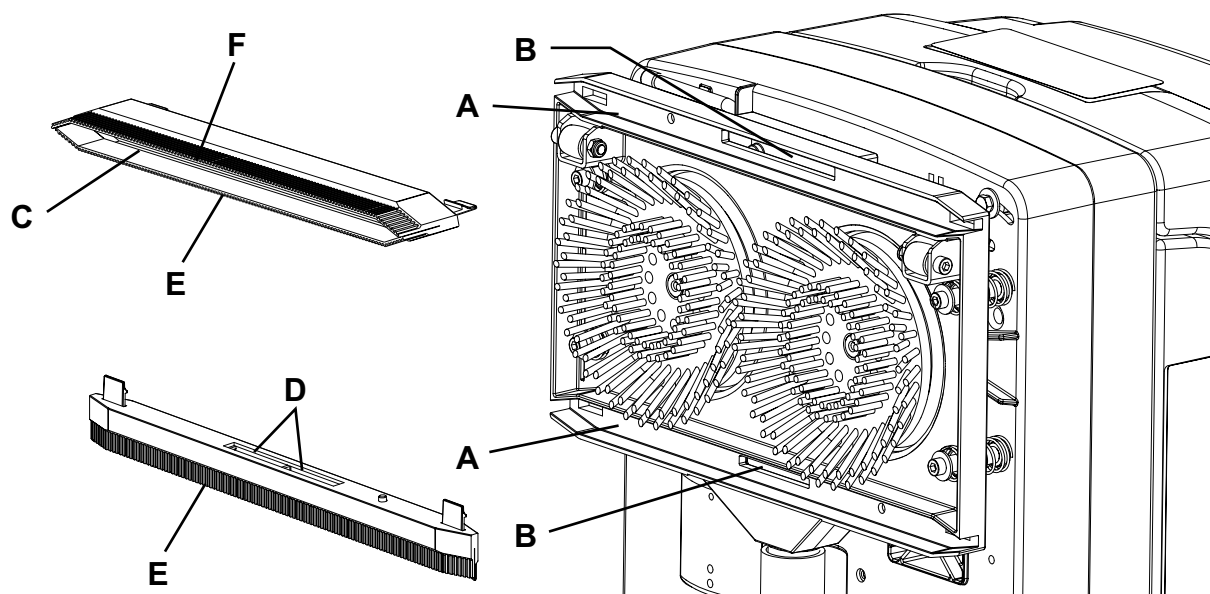

Рис. 2
2. Убедитесь, что сетевой шнур (10) отсоединен от сети электропитания.
3. Чтобы добраться до платформы щетки/держателя прокладки, поднимите машину с помощью ручки управления (2).
4. Снимите швабры с платформы, нажав крепежные пружины (27).
5. Проверьте платформу (9) щетки/держателя прокладки и очистьте ее. В частности, очистьте отсеки (А, Рис. 2) и отверстие вакуумной системы (В).
6. Очистьте швабру. В частности, очистьте отсеки (С) и отверстие вакуумной системы (D).